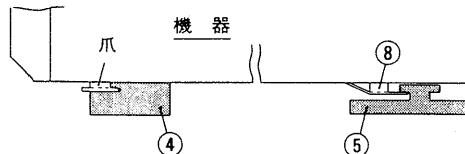

図5
(1) 機器を水平レール前④の上へ載せて挿入して下さい。この時、機器底面に取り付けたストッパー金具⑧が水平レール前④に当たらない様に、上方へ押し込みながら挿入して下さい。図5の様にストッパー金具⑧は水平レール後⑤の溝の中へ、また機器底面の爪部も水平レール前④の溝の中へ、それぞれ完全に入ったことを確認して下さい。